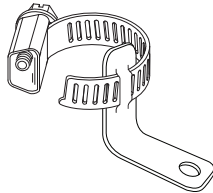

Figura 9 Abraçadeira de fixação da máquina
- Fixe a máquina no chão com as duas abraçadeiras fornecidas (Figura 9).